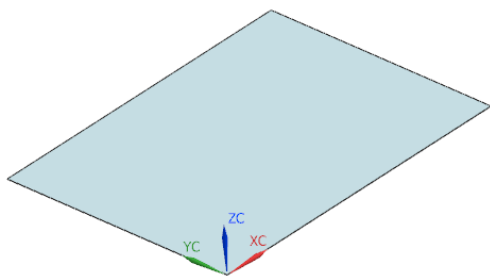

图 11-165 创建突出块特征
(3) 在“厚度”文本框中输入 0.6。单击“确定”按钮，创建突出块特征，如图 11-165 所示。